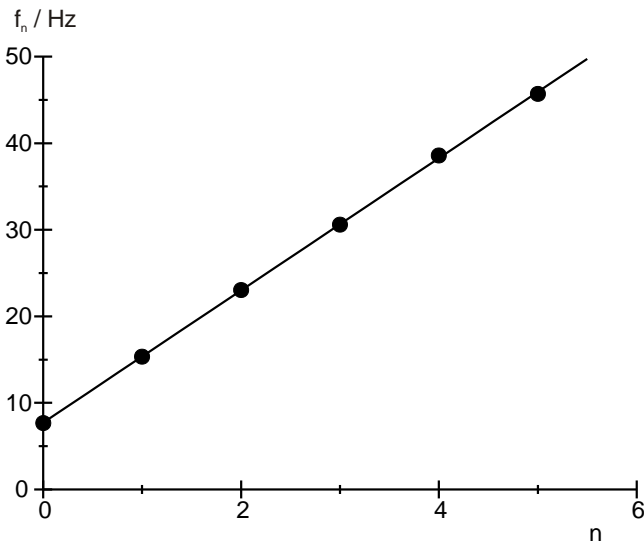

Fig. 6: Frequência de ressonância em dependência do número de nós para as ondas na mola espiral
- Aplicar graficamente as frequências de ressonância f_n para as ondas sobre mola espiral (Tab. 1) e as ondas sobre corda (Tab. 2) contra a número n de nós de oscilação e adaptar a respectivamente uma reta (Fig. 6, Fig. 7).